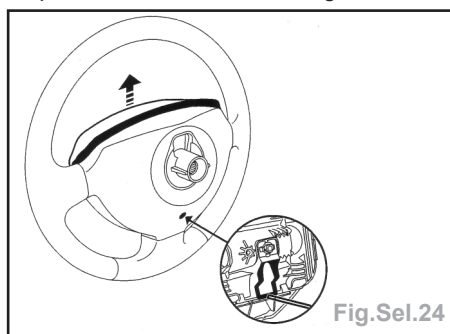

Fig.Sel.24
- Déclipser le coussin d'airbag volant (Fig.Sel.24).